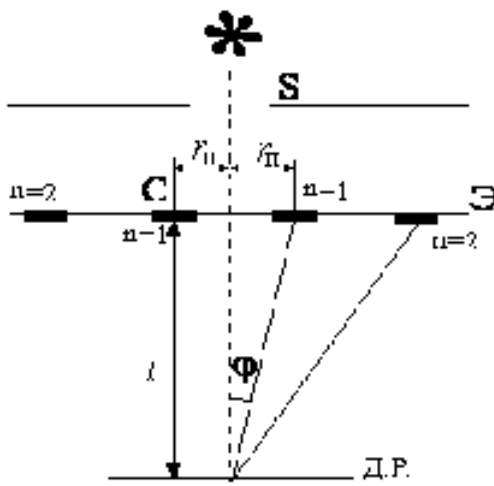

Рис.3
Работа по определению длины световой волны выполняется на установке, представленной на рис.3, где S – источник света, Э – экран, Д.Р. – дифракционная решетка, С – спектр 1-го и 2-го порядков на экране.
3. Измерить расстояния r_L , r_P от щели до середины красной линии в спектрах первого и второго порядка (рис.3) и занести их в таблицу 1.
углов $\sin \varphi \approx \operatorname{tg} \varphi$; из рис.3 $\operatorname{tg} \varphi = \frac{r_{cp}}{l}$, тогда